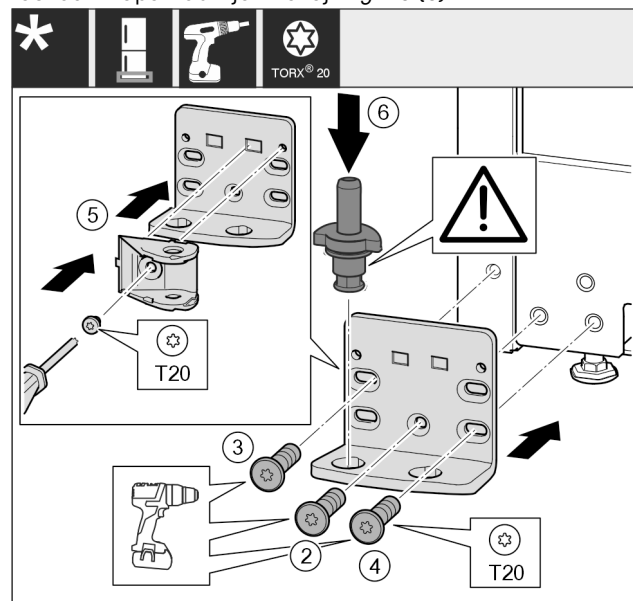

Fig. 26
- ▶ Ležajni podstavek namestite na drugo stran in privijte s pomočjo izvijača T20. Pričnite z vijakom 2 spodaj na sredini. Fig. 26 (2)
- ▶ Privijte vijaka 3 in 4. Fig. 26 (3,4)
- ▶ Spoj blažilnika za zapiranje vrat obrnite za 180°. Na drugi strani ležajnega podstavka privijte z izvijačem T20. Fig. 26 (5)
- ▶ V celoti vstavite ležajni sornik. Pri tem pazite na to, da je zaskočni zapah obrnjen nazaj. Fig. 26 (6)